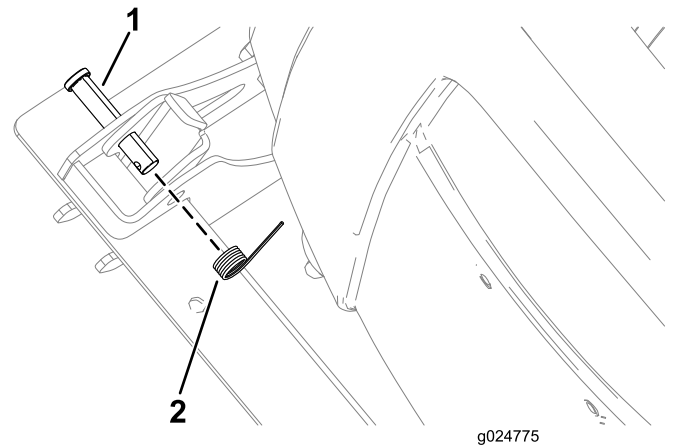

Figura 59
7. Instale el muelle en el pasador (Figura 59).